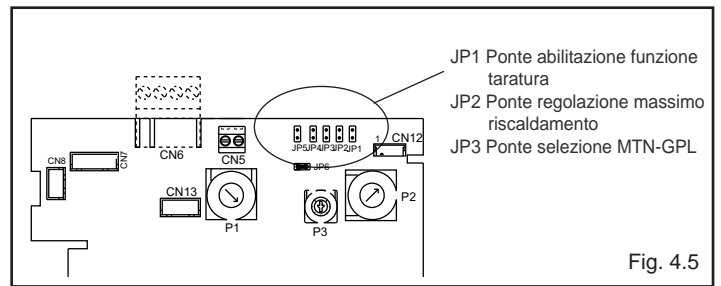

Fig. 4.5
! La funzione "regolazione elettrica" viene attivata e disattivata esclusivamente dal jumper (JP1) (fig. 4.5).
- inserire il jumper JP1 (fig. 4.5) per abilitare le manopole poste sul pannello di comando alle funzioni di regolazioni del minimo e del massimo riscaldamento.
- inserire il jumper JP2 (fig. 4.5)
- sulla scheda di controllo (fig. 4.5):